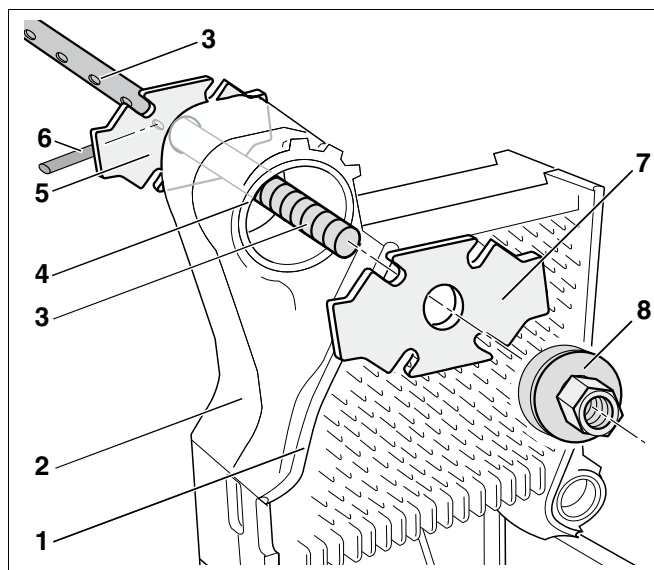
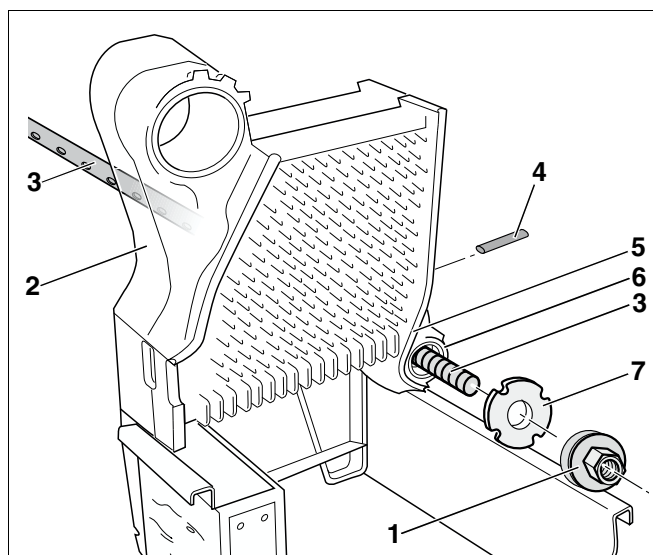
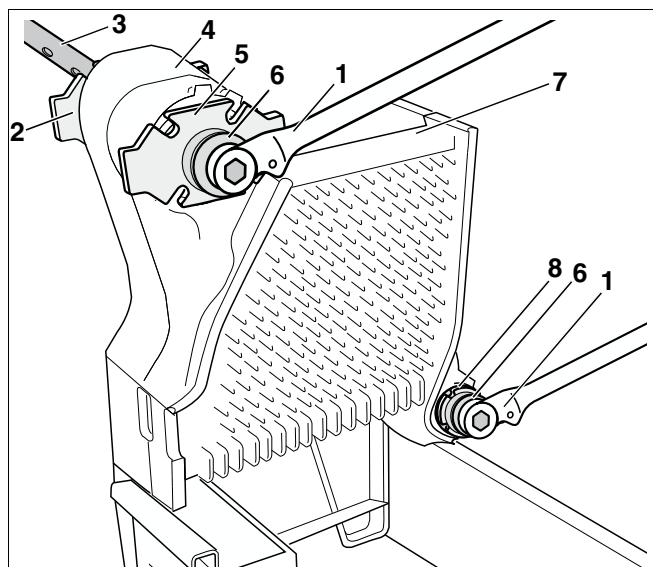
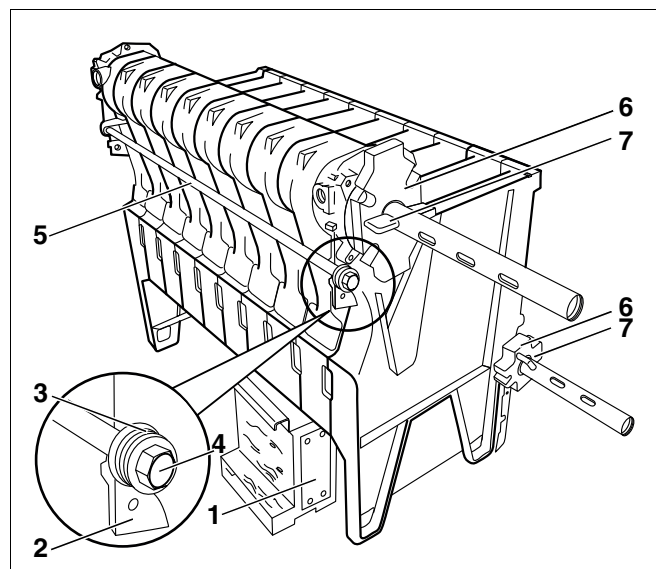

Рис. 16 Верхняя ступица котла
Рис. 17 Нижняя ступица котла
Рис. 18 Котел, вид сзади
Рис. 19 Установка анкерных штанг – расположение тарельчатых пружин
- Продеть стягивающие штанги (рис. 16 и рис. 17, **поз. 3**) через верхнюю и нижнюю ступицы (рис. 16, **поз. 4** и рис. 17, **поз. 6**) котлового блока.
Попадание дополнительного фланца (рис. 16, **поз. 7**) во время стягивания на паз для уплотнения средней секции (рис. 16, **поз. 1**) может привести к образованию неплотностей в соединении.
- Следите за тем, чтобы дополнительный фланец (рис. 16, **поз. 7**) ровно прилегал к ступице котла.
- Надеть дополнительный фланец (рис. 16, **поз. 7**) на штангу (рис. 16, **поз. 3**) верхней ступицы котла (рис. 16, **поз. 4**).
- Надеть контрфланец (рис. 16, **поз. 5**) на штангу (рис. 16, **поз. 3**) верхней ступицы (рис. 18, **поз. 4**) и застопорить прилагающимся клином (рис. 16, **поз. 6**) (см. рис. 19, стр. 21).
- Накрутить стяжную гайку (рис. 16, **поз. 8**) на резьбу штанги (рис. 16, **поз. 3**).
- Надеть дополнительный фланец (рис. 17, поз. 7) на штангу (рис. 17, поз. 3) нижней ступицы котла (рис. 17, поз. 6).
- Надеть контрфланец на нижнюю ступицу котла (рис. 17, поз. 6) и застопорить клином (рис. 17, поз. 4) (см. рис. 19, стр. 21).
- Накрутить стяжную гайку (рис. 17, поз. 1) на резьбу штанги (рис. 17, поз. 3).
- Надеть на стяжные гайки (рис. 18, поз. 6) ключи с трещоткой (рис. 18, поз. 1) и равномерно стянуть секции котла.
- Равномерно распределить тарельчатые пружины (рис. 19, поз. 3).
- Вставить анкерную штангу (рис. 19, поз. 5) с тарельчатыми пружинами (рис. 19, поз. 3) в литые выступы (рис. 19, поз. 2).
- Закрутить от руки гайку (рис. 19, поз. 4) на резьбу анкерной штанги (рис. 19, поз. 5) так, чтобы поверхности тарельчатых пружин прилегали к литым выступам.
- Затем затянуть гайки (рис. 19, поз. 4) справа и слева на анкерной штанге (рис. 19, поз. 5) на 1 - 1½ оборота (M10: 15 Нм; M16: 25 Нм).
- Убрать монтажное приспособление (рис. 19, **поз. 1**, стр. 21).